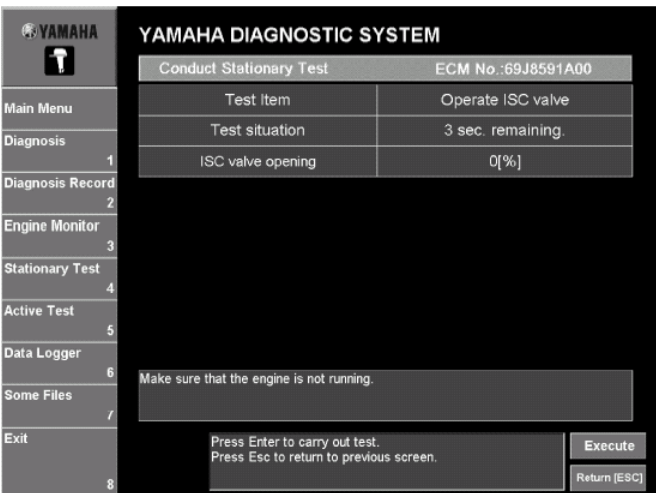

Рис. 89
2. Щелкнуть по **Выполнить(Execute)** или нажать клавишу Enter клавиатуры. (Рис. 89)